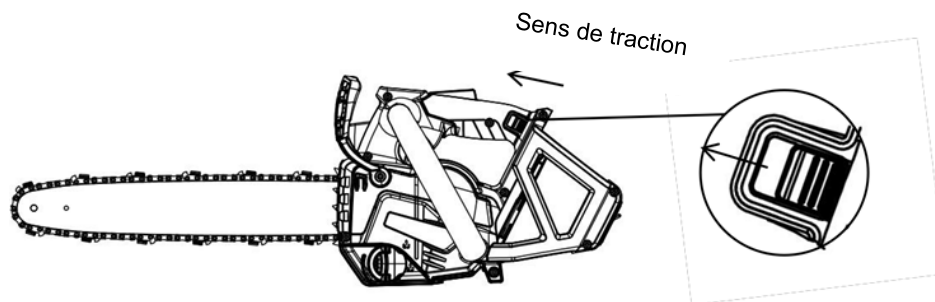

Fig 13
- a. Tirez le bouton de verrouillage de la batterie sur la poignée vers la barre de guidage, puis retirez la batterie de la prise (Fig. 13).